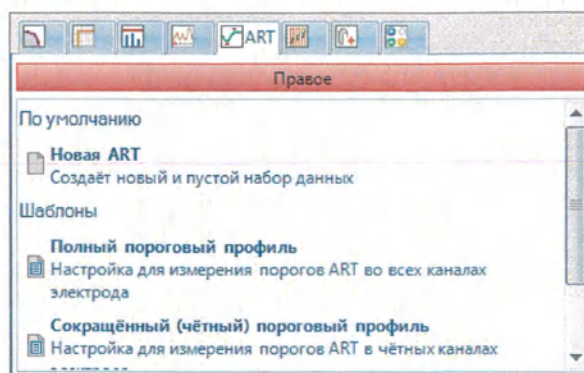

Рис. 89 Диалоговое окно открытия задачи «ART»
1. При нажатии кнопки Новая задача открывается диалоговое окно задачи, показанное на рис. 89, в котором можно выбрать вкладку «ART» и открыть ART щелчком пункта Новая ART.
В области **Шаблоны** на вкладке «ART» находятся готовые шаблоны, показанные на рис. 89. Можно выбрать следующие шаблоны: **Полный пороговый профиль** — шаблон для измерения порогов ART на всех электродах, **Сокращённый (чётный) пороговый профиль** — шаблон для измерения порогов ART на электродах с четными номерами и **Сокращённый (нечётный) пороговый профиль** — шаблон для измерения порогов ART на электродах с нечетными номерами.